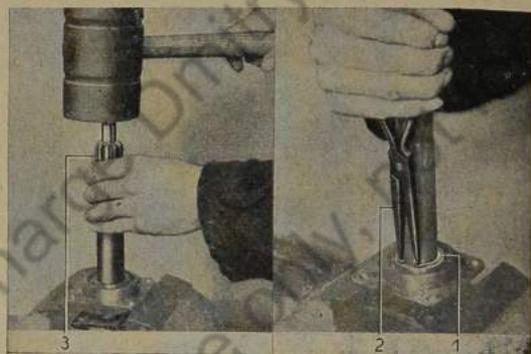

Bild 196: Kupplungswelle aus Hochschulterkugellager ausschlagen
5. Kupplungswelle mit Holzhammer aus dem Kugellager ausschlagen (Bild 196).